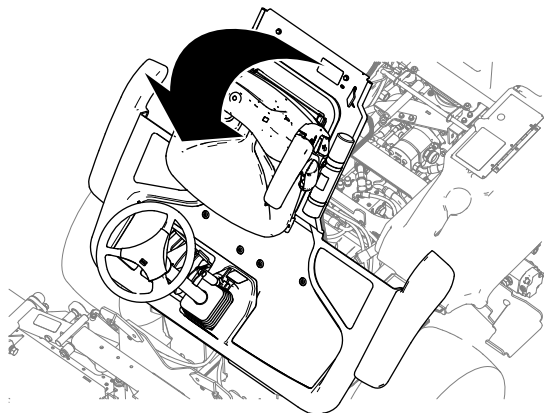

Figura 49
2. Elevar a plataforma (**Figura 49**).